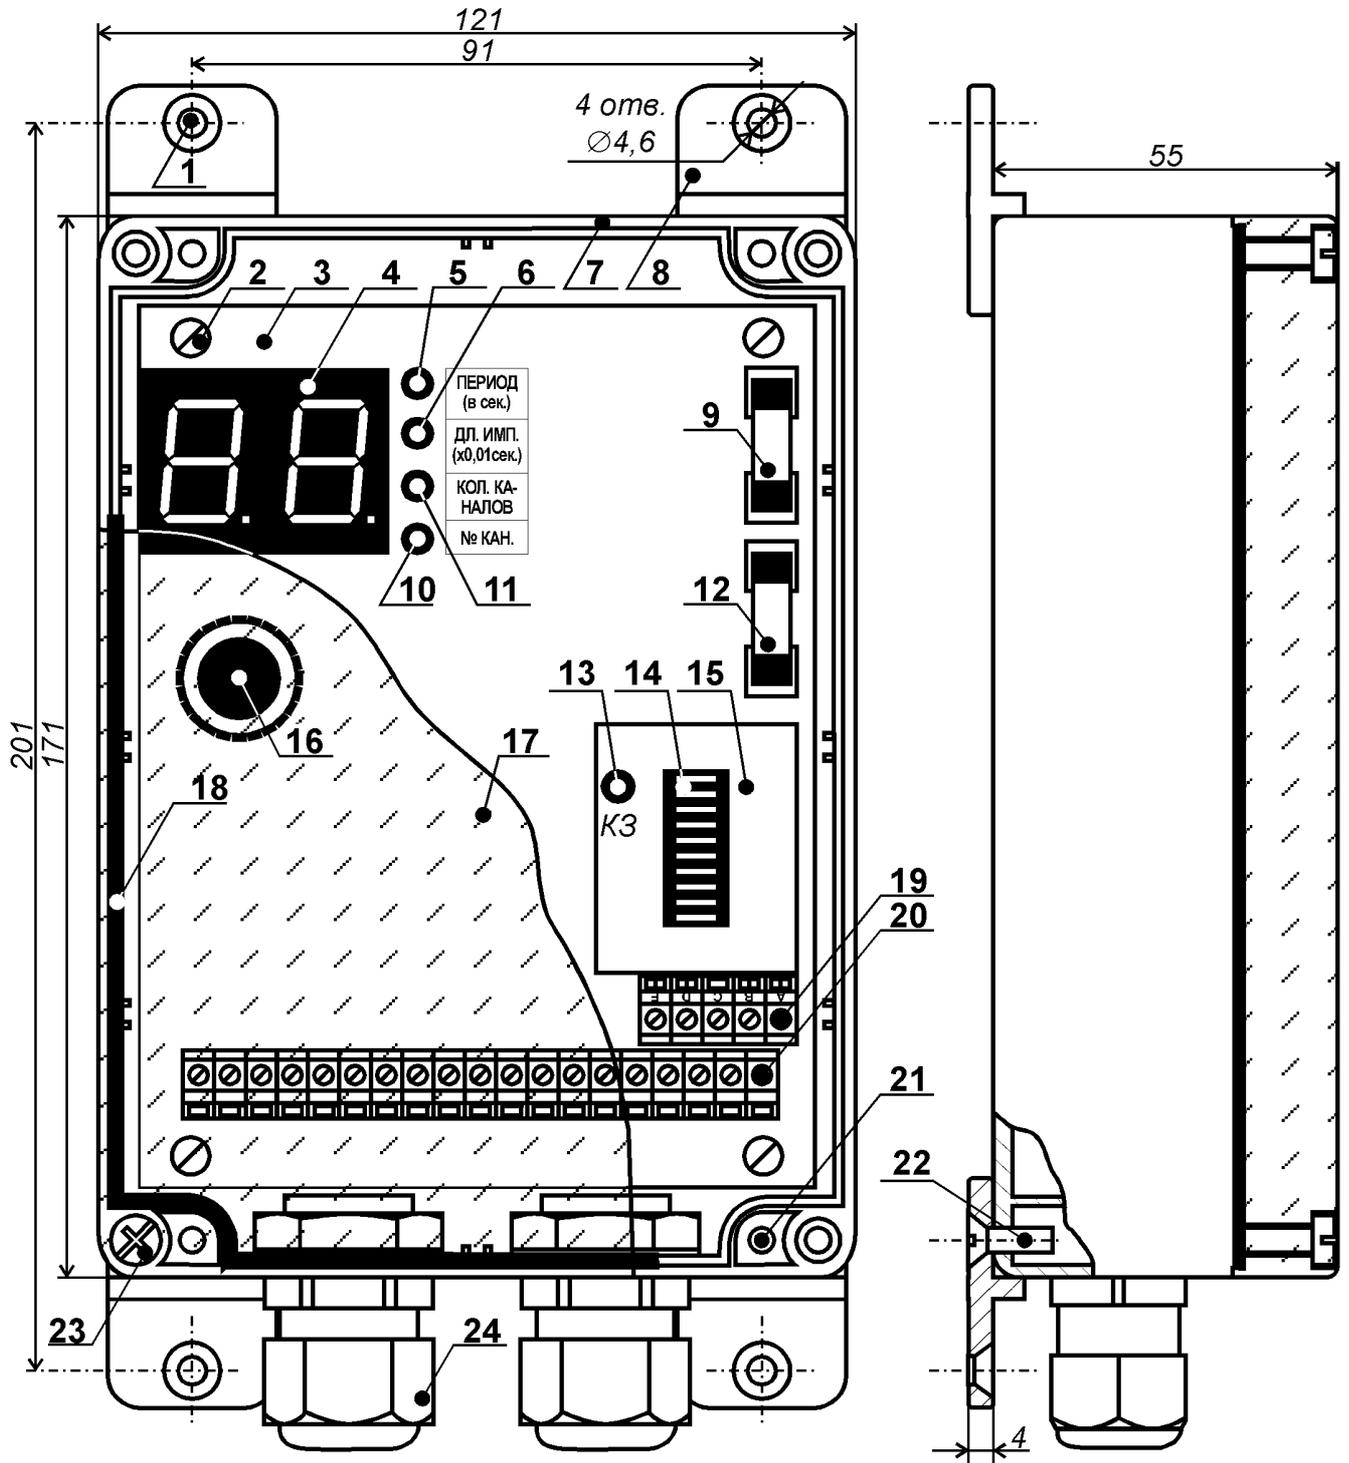

Рис. 1. Конструкция блока А-01.
Конструкция блока показана на рис. 1. Электрическая схема блока собрана на печатной плате [поз. 3], которая саморезами [поз. 2] закреплена в корпусе [поз. 7].
7.1. Перед монтажом блока необходимо установить на него кабельные сальники и крепёжные элементы, входящие в комплект поставки (см. рис. 1). Кабельные сальники вставляются в подготовленные отверстия на нижней стенке блока и изнутри закрепляются пластиковыми гайками, которые должны быть затянуты до упора. Затяжка гаек производится рукой, без применения специального инструмента.
Четыре крепёжные пластины [поз. 8 на рис. 1] устанавливаются снаружи и притягиваются к корпусу блока специальными винтами [поз. 22 на рис. 1]. Винты вворачиваются в отверстия [поз. 21 на рис. 1] на пластиковом дне корпуса с помощью отвёртки. Момент затяжки винтов должен обеспечивать надёжную фиксацию крепёжных пластин и не допускать их разрушения.
7.2. Блок устанавливается на стену (колонну) и должен быть надежно закреплён. Монтаж блока ведется с помощью винтов М4 или саморезов диаметром до 4,5 мм, вставляемых в четыре крепёжные отверстия [поз. 1 на рис. 1].
В процессе работы, когда индикаторы [поз. 5, 6, 11 и 10 на рис. 1] не горят, на цифровом табло [поз. 4 на рис. 1] отображается номер канала (выходной клеммы блока), в который будет выдан очередной импульс управления ЭПК.
8.2. Для того, чтобы изменить параметры управляющих сигналов, следует нажать на энкодер [поз. 16 на рис. 1]. При каждом нажатии последовательно включается один из светодиодов [поз. 5, 6, 11 и 10 на рис. 1], указывая на то, какой из параметров может быть изменён. Текущее значение параметра отображается на цифровом табло [поз. 4 на рис. 1]. Увеличение введённого значения осуществляется поворотом энкодера по часовой стрелке, а уменьшение - против.
8.3. При первом нажатии на энкодер загорается индикатор «ПЕРИОД» [поз. 5 на рис. 1] и на цифровом табло отображается текущий период повторения управляющих импульсов (в секундах). При вращении энкодера значение на табло меняется от 1 до 99 секунд с шагом в 1 секунду.
При следующем нажатии на энкодер загорается индикатор «ДЛ. ИМП.» [поз. 6 на рис. 1] и на цифровом табло отображается текущая продолжительность управляющих импульсов (в сотых долях секунды). При вращении энкодера значение на табло меняется от 3 до 50 с шагом 1, что соответствует длительности импульса от 0,03 до 0,5 секунд с шагом в 0,01 секунды.
При очередном нажатии на энкодер загорается индикатор «КОЛ. КАНАЛОВ» [поз. 11 на рис. 1] и на цифровое табло выводится число управляемых ЭПК (от 1 до 8 с шагом 1). На тех клеммах блока, номера которых больше значения на цифровом табло, импульсы встряхивания рукавов фильтра-циклона формироваться не будут.
8.5. Если нажать на энкодер в момент, когда горит индикатор «КОЛ. КАНАЛОВ», то блок переходит в режим, предназначенный для диагностики неисправностей в катушках ЭПК. При этом загорается индикатор «№ КАН.» [поз. 10 на рис. 1] и управляющие импульсы выдаются только на одну выходную клемму. Её номер отображается на цифровом табло. Вращением энкодера можно выбрать любую из выходных клемм блока (от 1 до 8 с шагом 1) и сравнить между собой токи потребления каждого ЭПК. Это позволяет выявить наличие обрывов, межвитковых или коротких замыканий в их катушках. Для выхода из режима диагностики требуется нажать на энкодер, после чего управляющие импульсы вновь будут распределяться по заданному количеству каналов.